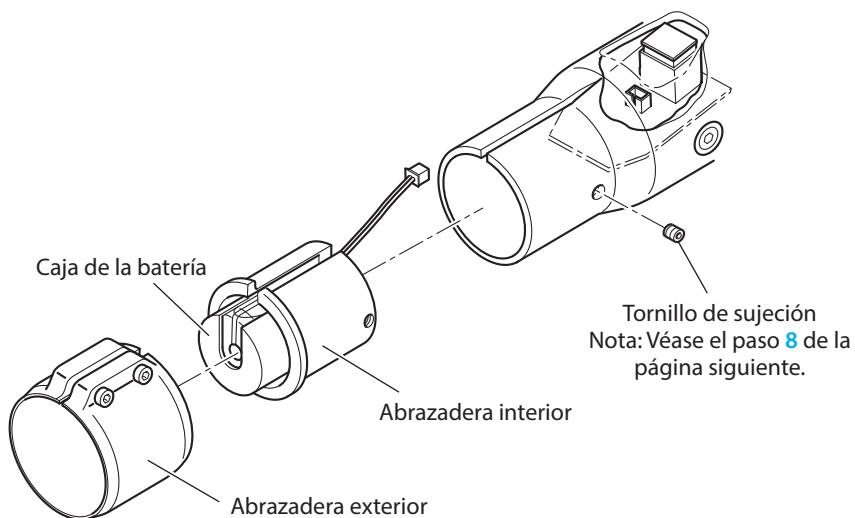

Imagen 22 Retirada de las abrazaderas
- 3 Retire la abrazadera exterior del bastidor, retire el tornillo de sujeción y saque la abrazadera interior junto con la caja de la batería (Imagen 22).
Nota: Cuando instale la abrazadera interior, coloque el conector de la batería en la superficie superior de la placa de circuito como se muestra en la Imagen 22.